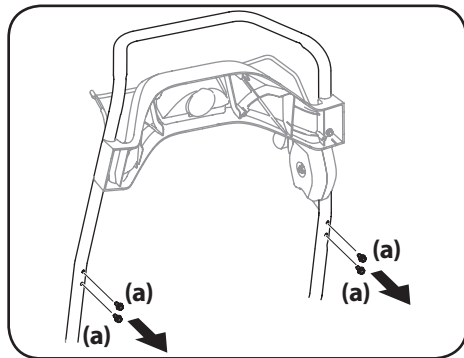

Figure 2-11
1. Retirez les boulons hexagonaux (a) de la partie arrière de la poignée (deux boulons sur chaque côté). Voir Figure 2-11.